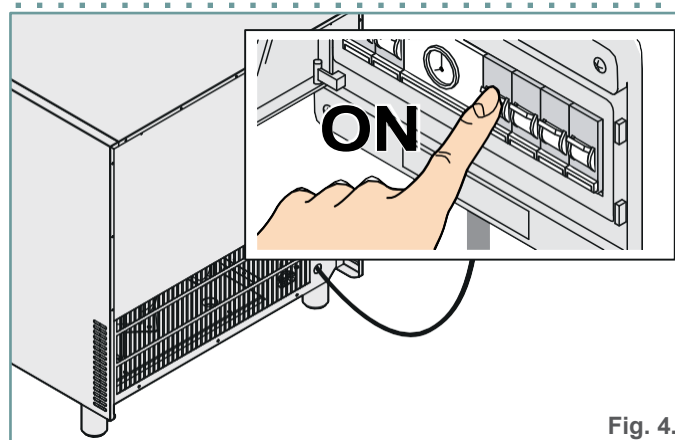

Fig. 4.
► Fig. 4. Dare alimentazione all'apparecchiatura. Per attivare la schermata di stand by toccare il centro dello schermo per 1 secondo. Toccare nuovamente lo schermo in posizione centrale per passare alla welcome page 1. Ogni volta che lo schermo si pone in stand by toccare lo schermo nella posizione centrale per accedere alla prima schermata. Alle successive riaccensioni (ad esempio dopo un black-out), lo stato dell'apparecchiatura varia in funzione dello stato in cui si trovava prima dell'interruzione dell'alimentazione elettrica.